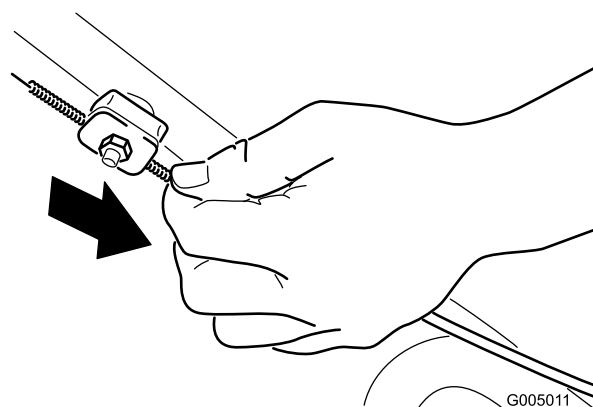

Figura 29
2. Tire hacia abajo de la cubierta del cable (hacia la máquina) hasta eliminar la holgura del cable (Figura 29).